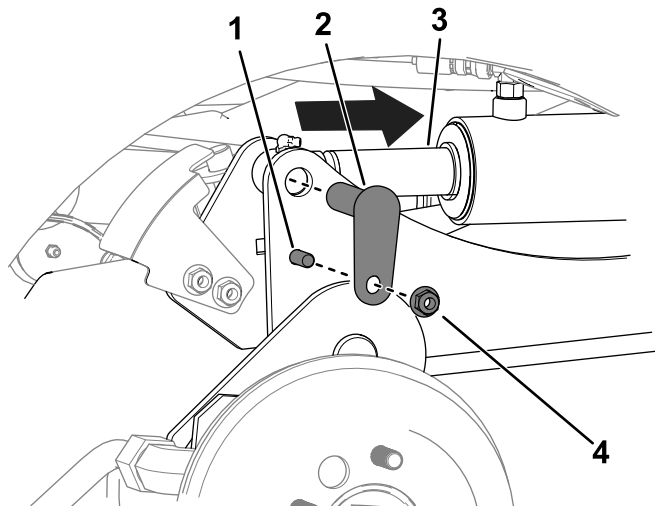

Figura 11
- C. Utilize um punção de derivação para alinhar os furos da haste do cilindro com os furos do braço de elevação (Figura 11).
- D. Utilize dois parafusos ($\frac{3}{8}$ pol. x $1\frac{1}{4}$ pol.), 2 porcas ($\frac{3}{8}$ pol.) e 2 pinos pequenos para prender os braços de elevação aos cilindros (Figura 11).